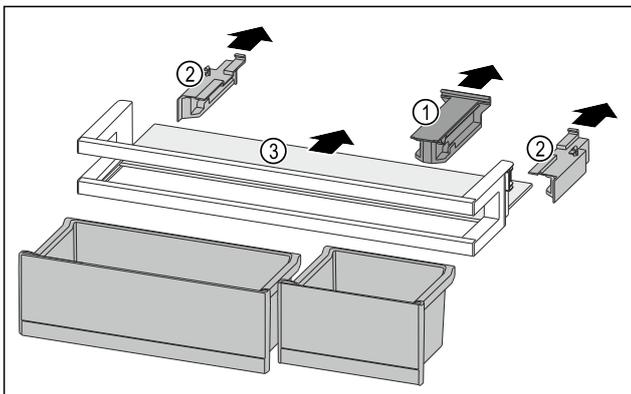

Fig. 123
- ▶ Halteteil Fig. 123 (1) abziehen.
- ▶ Seitenteile Fig. 123 (2) abziehen.
- ▶ Abstellfläche Fig. 123 (3) entnehmen.